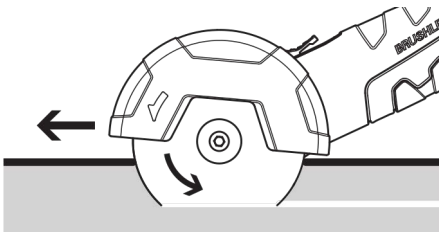

Abb. 11: Arbeitsrichtung der Maschine
3. Beim Trennschleifen immer die Arbeitsrichtung beachten (→ Abb. 11: Arbeitsrichtung der Maschine; Seite 38).